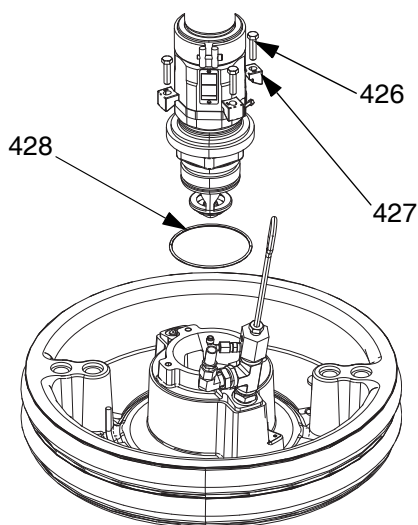

図 35: 55 ガロン取り付けキット
1. 取り付けキットの O リング (428) をプラテン (AD) に配置します。プレートに取り付けられている場合は、置換ポンプ (AC) をプラテンに配置します。図 35 を参照してください。
2. ポンプの吸気口のフランジを、取り付けキット 255392 に同梱されているネジ (426)、ワッシャ (425)、およびクランプ (427) でプレートに固定します。